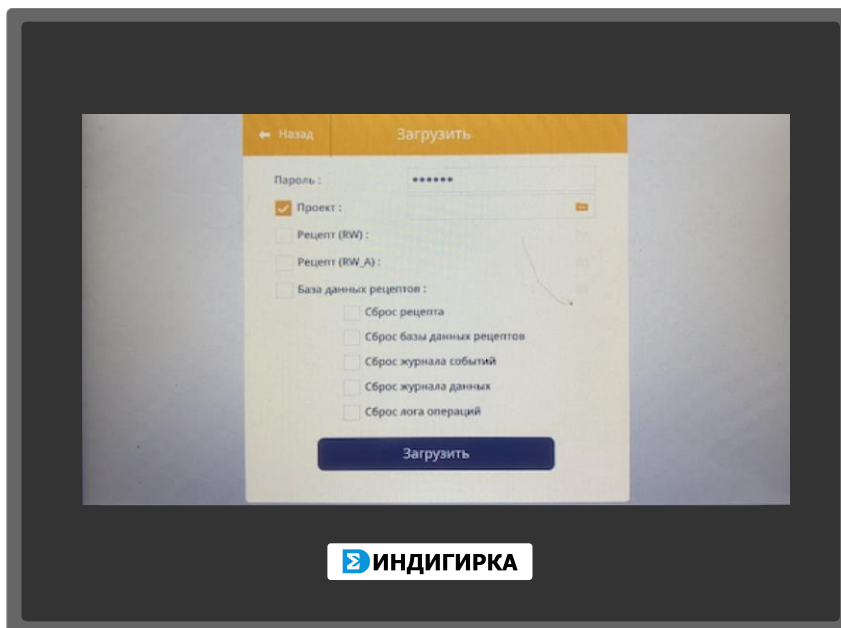

Рис. 20 Обновление прошивки
5. Откроется окно выбора файла прошивки (Рис. 20).